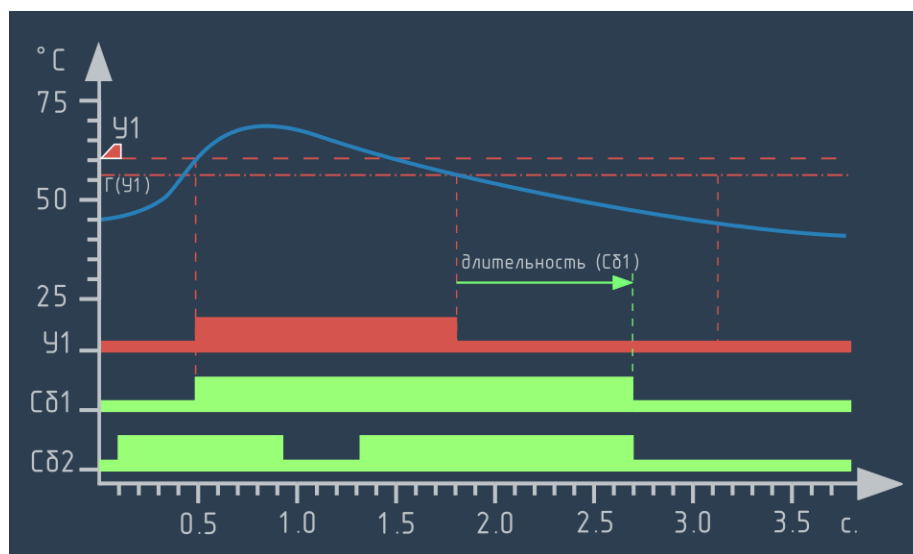

Рисунок 6.82 – График работы события для которого
- ▶ "по условию" – длительность срабатывания события определяется состоянием другого события(см. рисунок 6.82).